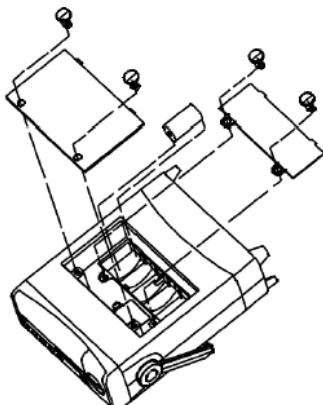

Рисунок 13
C. Замена батарей питания (рисунок 13)